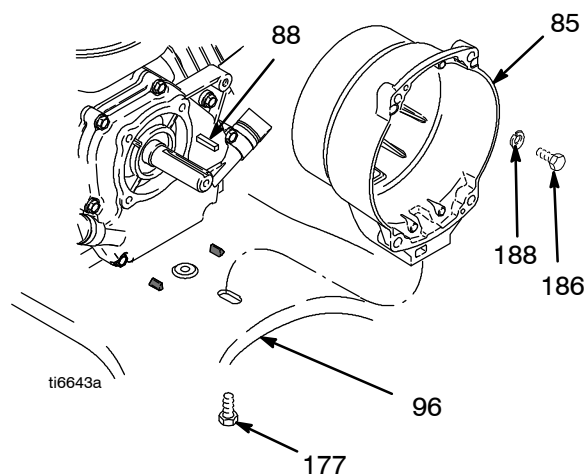

Fig. 10
1. Fig. 10. Fjern de fire hovedskruer (186) og låseskiver (188), som fastgør koblingshuset (85) til motoren.
2. Fjern skruen (177) fra under monteringspladen (96).
3. Afmonter koblingshuset (85).
1. Fig. 10. Skub til koblingshuset (5).
2. Isæt de fire hovedskruer (186) og låseskiver (188), og fastgør koblingshuset (85) til motoren. Tilspænd med et moment på 22,6 N•m.
3. Isæt hovedskruen (177) fra under monteringspladen (96). Tilspænd med et moment på 35,2 N•m.